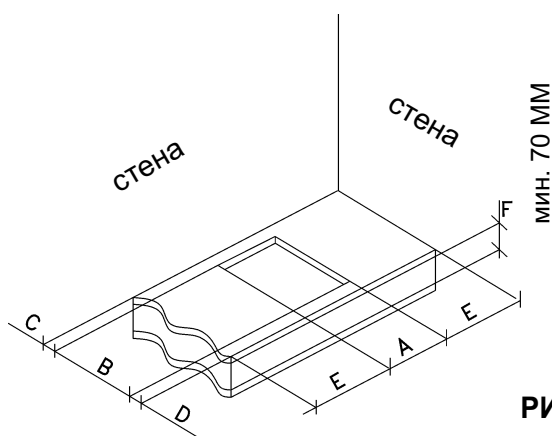

РИС. 7
На поверхности рабочего стола следует сделать прямоугольное отверстие для встраивания варочной поверхности, размеры которого приведены на рис. 7. Предварительно следует проверить соответствие минимальных допусков между поверхностью, боковой и задней стенками. Подвесные полки или вытяжки следует устанавливать на высоте не менее 650 мм от поверхности прибора (см. рис. 7 и 8).
- во избежание случайного соприкосновения с горячей варочной панелью в ее нижней части во время эксплуатации, необходимо установить деревянную полку, прикрученную болтами на минимальном расстоянии 70 мм от верха (см рис. 7).